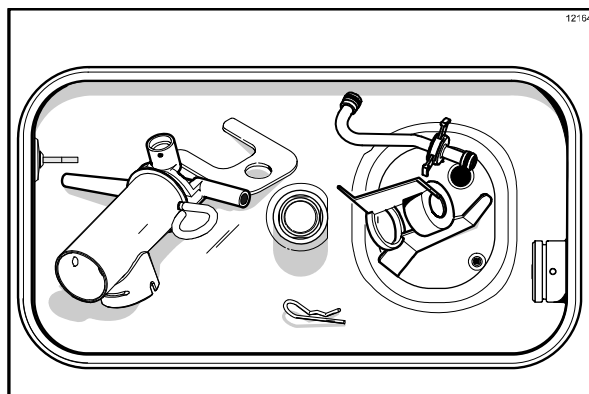

Рисунок 153
12. Положите узел насоса, зажим насоса, шплинт и перемешиватель на дно бачка для смеси для санобработки. (См. рис. 153)